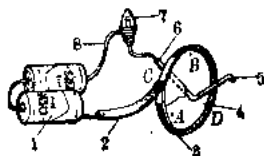

图 1-14
13. 光源开关。可调节亮度。按图 1-14 制作并接线。当铜片在 A、C、B 弧之间(不包括 A、B 两点)时,电路被切断;当铜片在 A、D、B 弧之间时(包括 A、B 两点),电路接通。此时,铜片处在 A 点,灯最亮;转向 B 点,灯渐暗;到达 B 点,灯最暗。